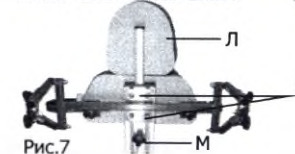

Рис.7
7) Регулировка положения столика (при наличии) (рис.7)
8) Регулировка подголовника по высоте (при наличии) (рис.7)